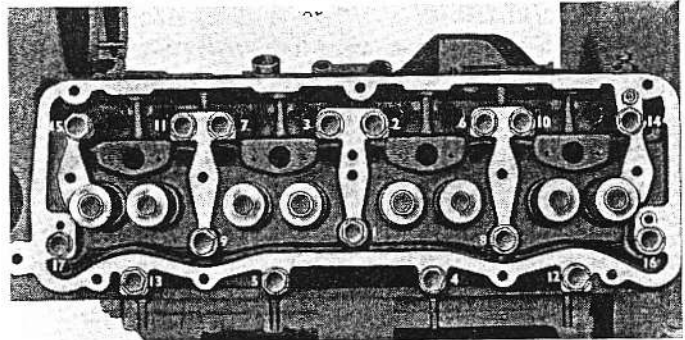

Fig. 12. Volgorde voor het aantrekken van de cilinderkopbouten (4-cilinder).
4. Trek de cilinderkopbouten na in de voorgeschreven volgorde (fig. 12 en 13) tot een aanhaalspanning van 12-12.6 kg.m terwijl de motor warm is.